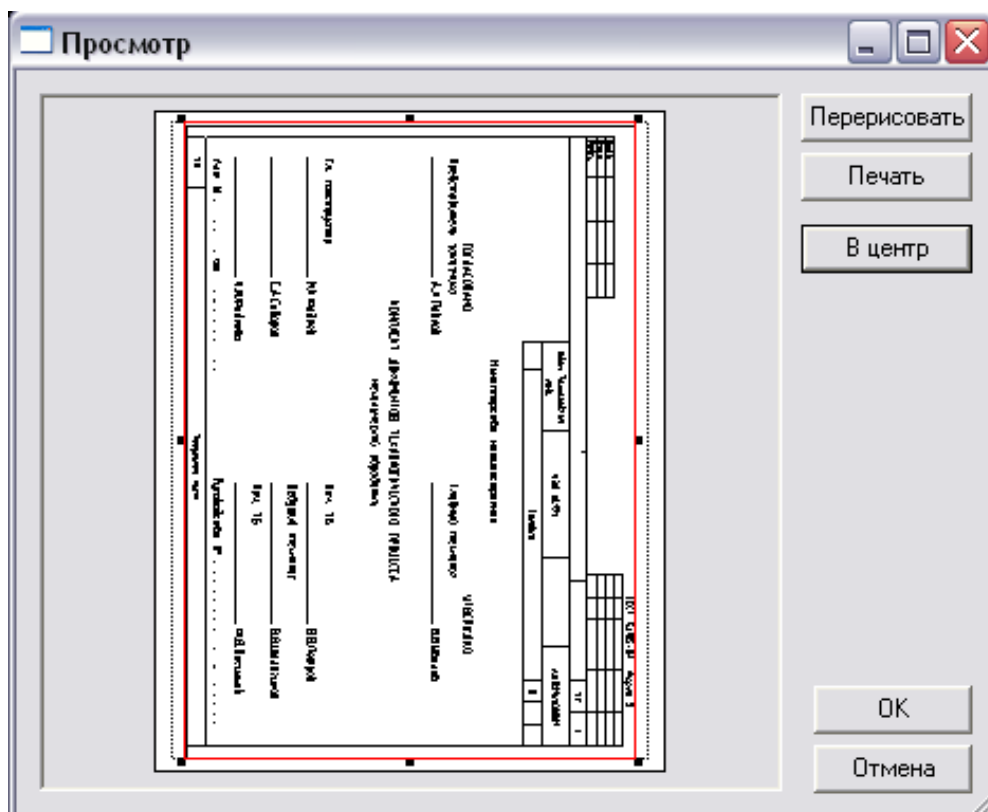

Рис. 44. Окно «Предварительный просмотр».
**ADEM** предоставляет возможность предварительного просмотра листа сформированной документации перед печатью. Предварительный просмотр позволяет увидеть, как будет выглядеть напечатанный текущий лист (см. Рис. 44).